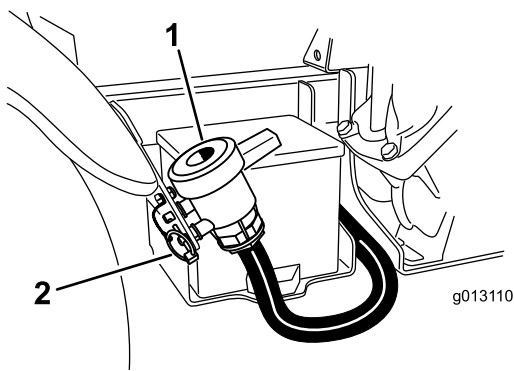

Bild 25
2. Ermitteln Sie das Ablassventil des Behälters an der rechten Seite der Maschine (Bild 25). Das Ventil befindet sich an der Kotflügelhalterung neben der Batterie.